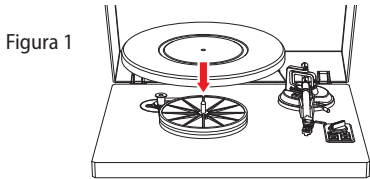

Figura 1
4. Coloque con cuidado el plato principal en el plato secundario (Figura 1).